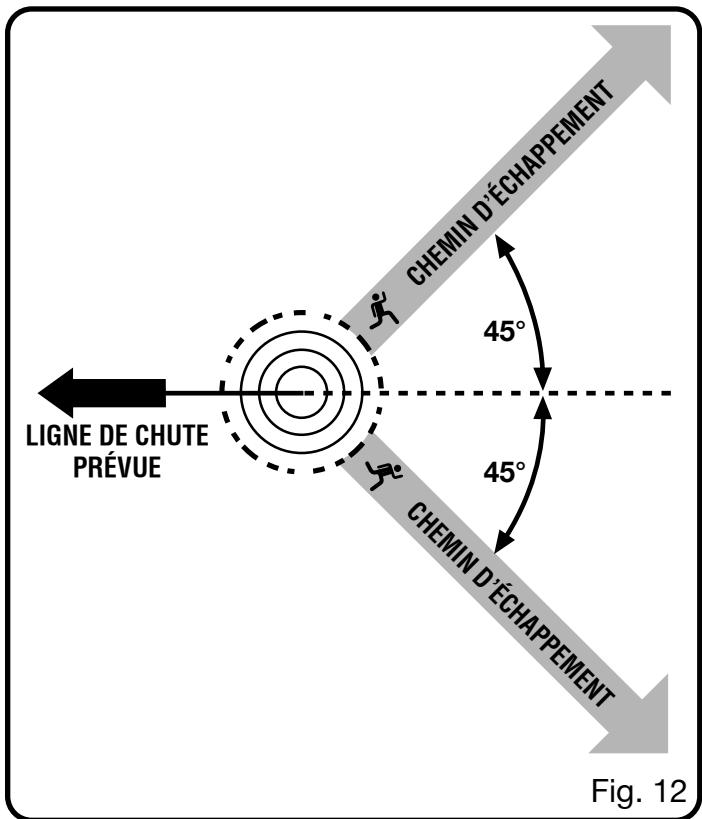

Fig. 12
Voir les figures 12 à 15.
- Avant de commencer une coupe, déterminer un chemin d'échappement (ou plusieurs au cas où le chemin prévu serait bloqué) déblayer les environs immédiats et s'assurer qu'aucun obstacle se trouve sur le chemin d'échappement prévu. Les trajectoires sécuritaires du chemin d'échappement doivent se situer à l'arrière et en diagonale ( $45^\circ$ ) à l'arrière de la ligne de chute prévue. Lorsque l'arbre commence à tomber, il faut s'écartez de la ligne de chute et suivre le chemin d'échappement et s'éloigner d'au moins 6 m (20 pi) du tronc au cas où l'arbre rebondirait sur la souche. *Voir la figure 12.*